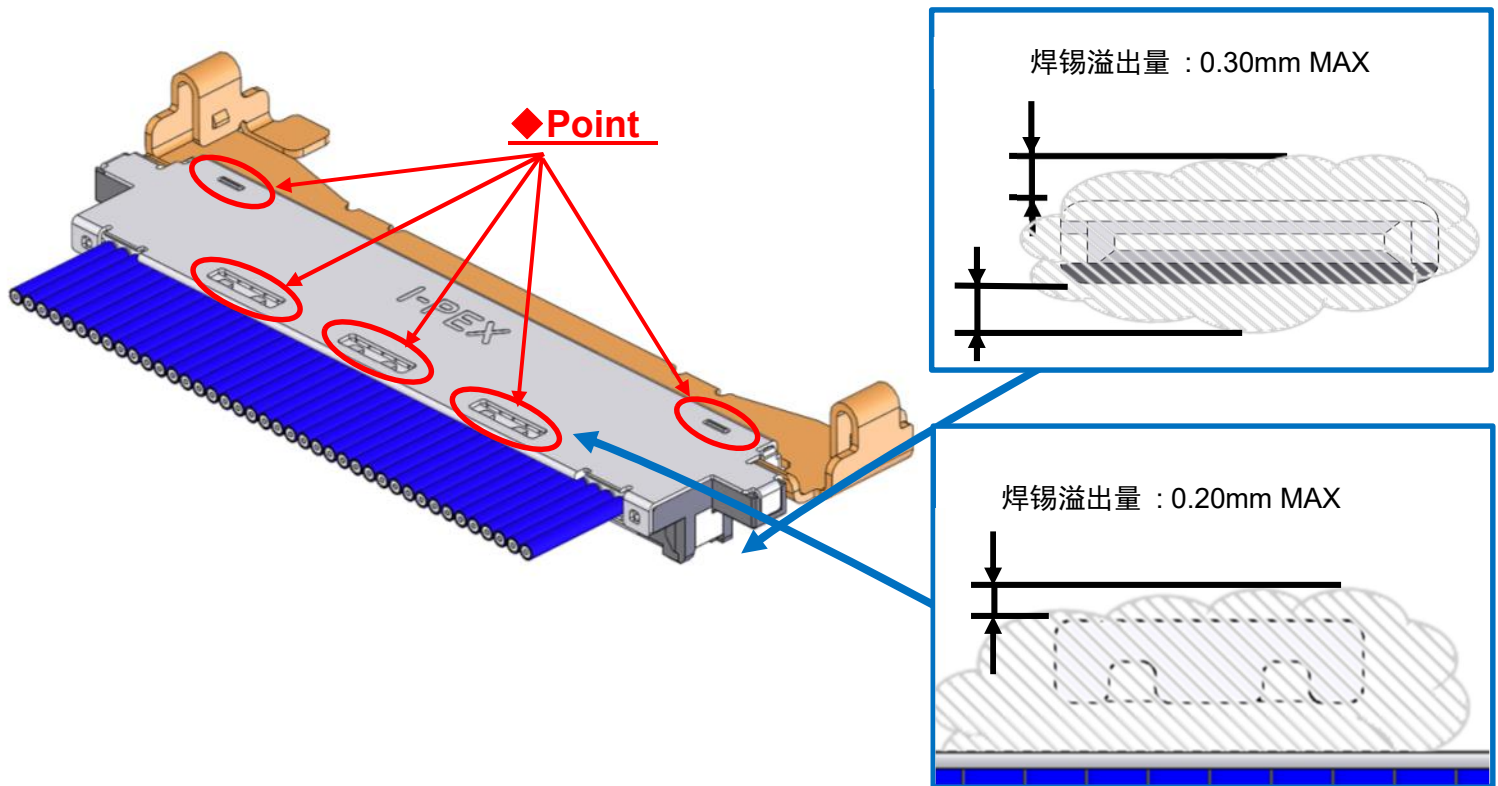

图. 7 焊接 Shell-A 和 Ground Bar
③建议用电烙铁焊接 Shell-A、B 和 Ground Bar。(图. 7, 8◆部)